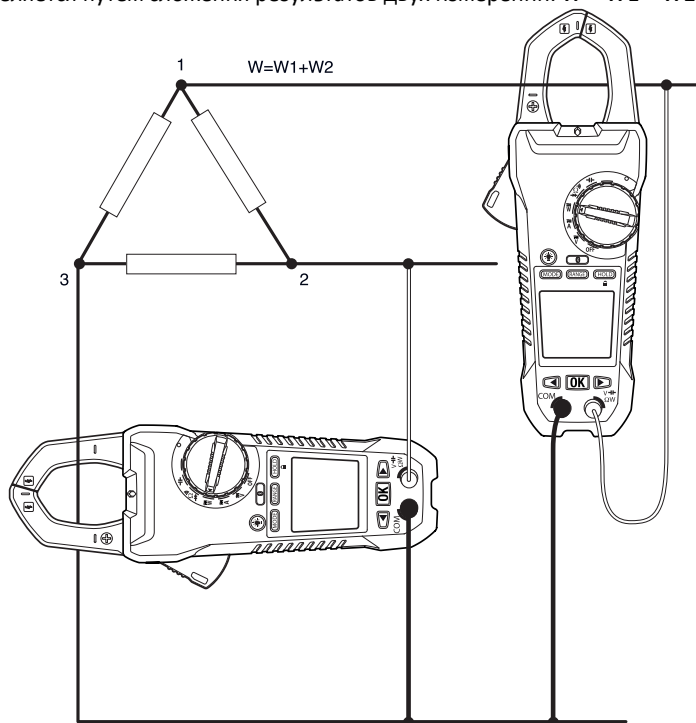

Рисунок 5.4. Измерение трехфазной трехпроводной системы
Измерение мощности для трехфазной трехпроводной системы с конфигурацией «треугольник» проводится в два этапа, см. рис. 5.4. Суммарная мощность определяется путем сложения результатов двух измерений: $W = W1 + W2$.
3. Проведите два измерения активной мощности, см. рис. 5.4.